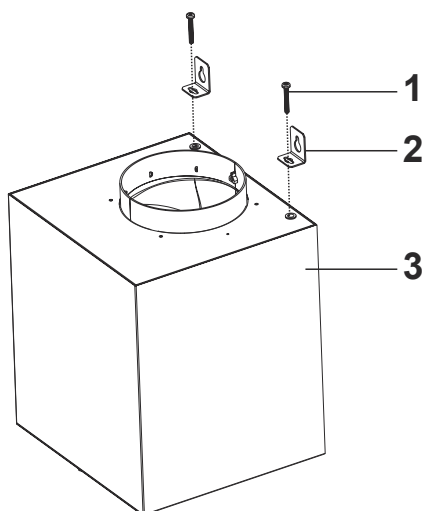

Fig. 22
5. ▶ Om motorkabinettet ska hängas upp, använd de 2 x M5x35 mm skruvarna och 2 x upphångningsbeslagen och montera dem på motorkabinettet (Fig. 22).